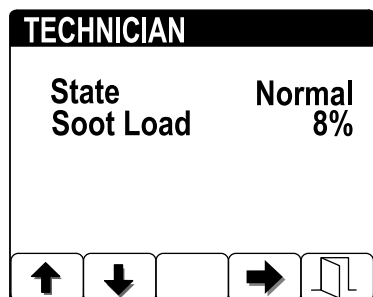

Рисунок 40
- Посмотрите объем сажи, измеряемый в виде процентов в DPF (Рисунок 40); см. таблицу объема сажи.